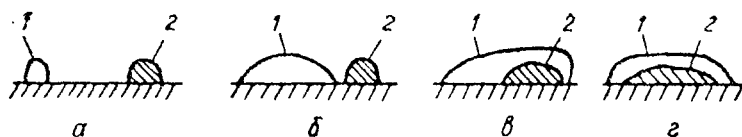

Рис. 1.22. Растекание флюса и припоя на поверхности:
1. Флюсы могут быть твердые и газообразные. Растекание твердого флюса и припоя при нагреве по поверхности металла показано на рис. 1.22.
При температуре плавления флюс смачивает поверхность металла и растекается по ней, взаимодействуя с образовавшимися на поверхности металла окислами, удаляет их и тем самым очищает поверхность (рис. 1.22а). К моменту расплавления флюса (рис. 1.22б) поверхность металла будет подготовлена для молекулярного взаимодействия с припоем и он равномерно растечется по поверхности (рис. 1.22г). Аналогичные явления происходят при затекании флюса и припоя в зазоры.